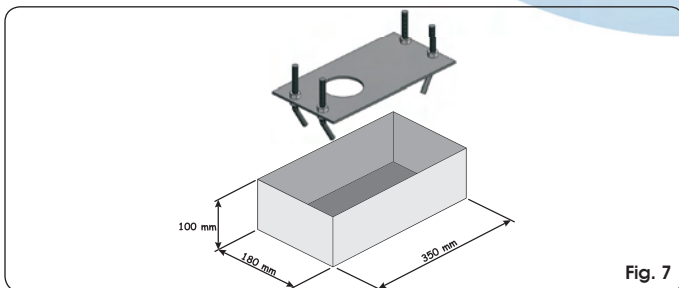

Fig. 7
3. Eseguire un plinto di fondazione come da Fig. 7 e murare la piastra di fondazione prevedendo una o più guaine per il passaggio dei cavi elettrici. Verificare la perfetta orizzontalità della piastra con una livella. Attendere che il cemento faccia presa.